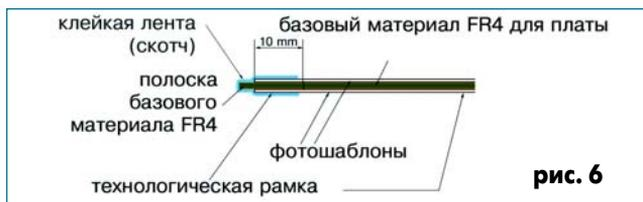

рис. 6
3. Удаляют скрепки. Между пленками фотошаблонов вставляют пластинку базового материала FR4 со снятой защитной пленкой. Этот "сэндвич" помещают в ультрафиолетовый бокс с вакуумным присосом для засветки. Обращаем внимание на то, что размеры пластины для печатной платы должны включать ширину технологической рамки фотошаблона или даже больше. Это необходимо для крепления пластины в рамке установки ДКЗ (рис.6).